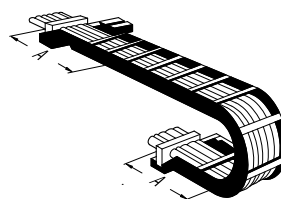

Bild 3
8. Befestigen Sie die Leitungen an beiden Enden der Kette (siehe Bild 3).
10. Stellen Sie sicher, dass die Leitungen keinesfalls bis zum Befestigungspunkt bewegt werden. Achten Sie darauf, dass der Abstand vom Endpunkt der Biegebewegung bis zur Befestigung möglichst groß ist, mindestens jedoch Befestigungsabstand „A“ (siehe Bild 3 + 4).